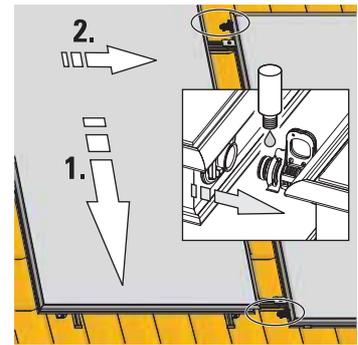

Figura 3-25 Posizionare il collettore piano successivo
- Sollevare il collettore piano successivo (vedere paragrafo 3.4.4, fase di lavoro 2) sulle guide di montaggio e agganciarlo nei ganci di sicurezza mantenendo la distanza dai compensatori (Figura 3-25).